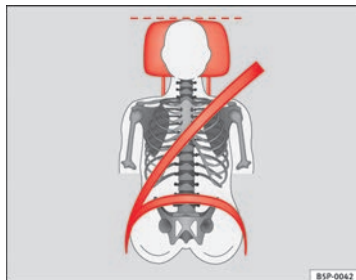
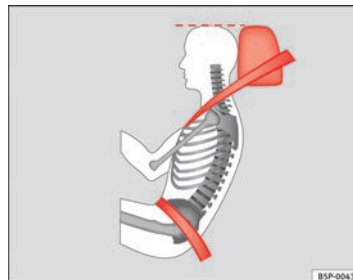

Abb. 69 Von vorne betrachtet: richtig eingestellte Kopfstütze und korrekter Gurtverlauf
Abb. 70 Von der Seite betrachtet: richtig eingestellte Kopfstütze und korrekter Gurtbandverlauf
- Die Kopfstützen so einstellen, dass sich die Oberkante der Kopfstütze möglichst auf einer Linie mit dem oberen Teil Ihres Kopfes, aber mindestens auf Augenhöhe befindet ⇒ Abb. 69 und ⇒ Abb. 70.